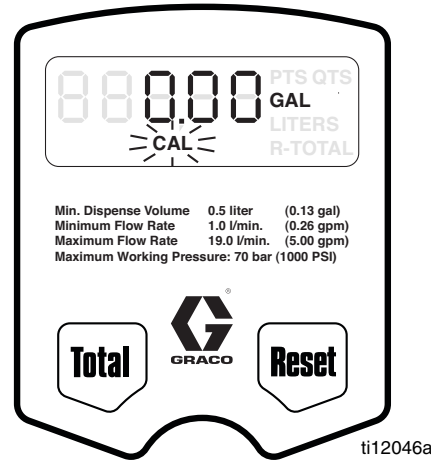

図 13
- c. [リセット] ボタンを再度押して保持し、[校正メニュー] を表示します。このメニューが表示されると、[CAL (校正)] が画面上で点滅します (図 13)。
校正 (図 13)